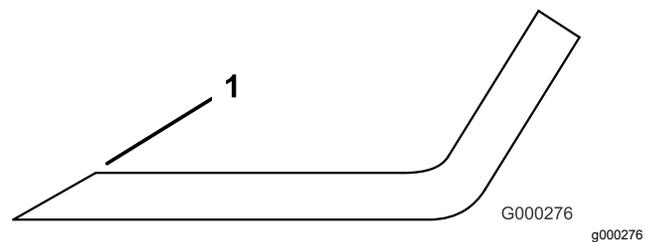

**Figura 125**
2. Examine cuidadosamente los extremos de corte de la cuchilla, sobre todo en el punto de reunión entre la parte plana y la parte curva de la cuchilla (Figura 125).
**Nota:** Puesto que la arena y cualquier material abrasivo pueden desgastar el metal que conecta las partes curva y plana de la cuchilla, compruebe la cuchilla antes de utilizar el cortacésped. Si se aprecia desgaste (Figura 125), cambie la cuchilla.